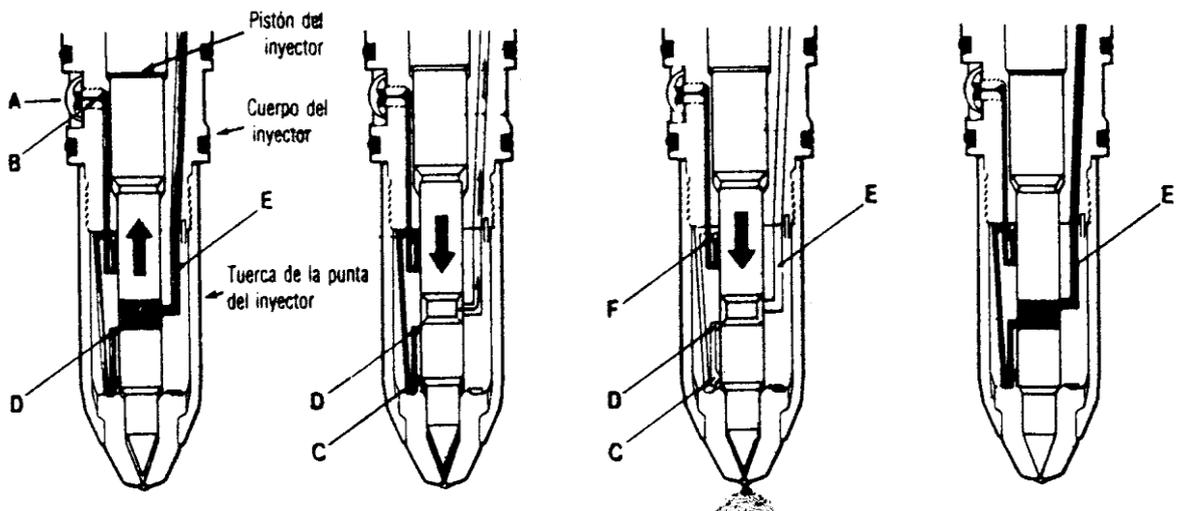

FIGURA 3.6 FLUJO DE COMBUSTIBLE EN EL INYECTOR
- A continuación, el combustible fluye por el inyector en la forma que aparece en la figura 3.6.